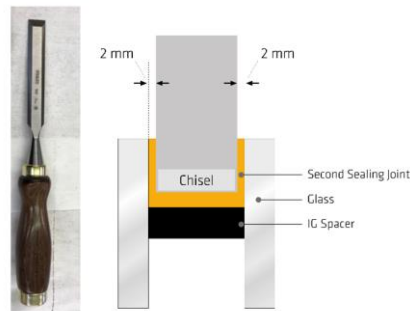

Figure 33 : ciseau à bois et dimensions
3. Prendre un ciseau à bois présentant une largeur 1 – 2 mm inférieure à la largeur du joint du vitrage isolant (Figure 33).